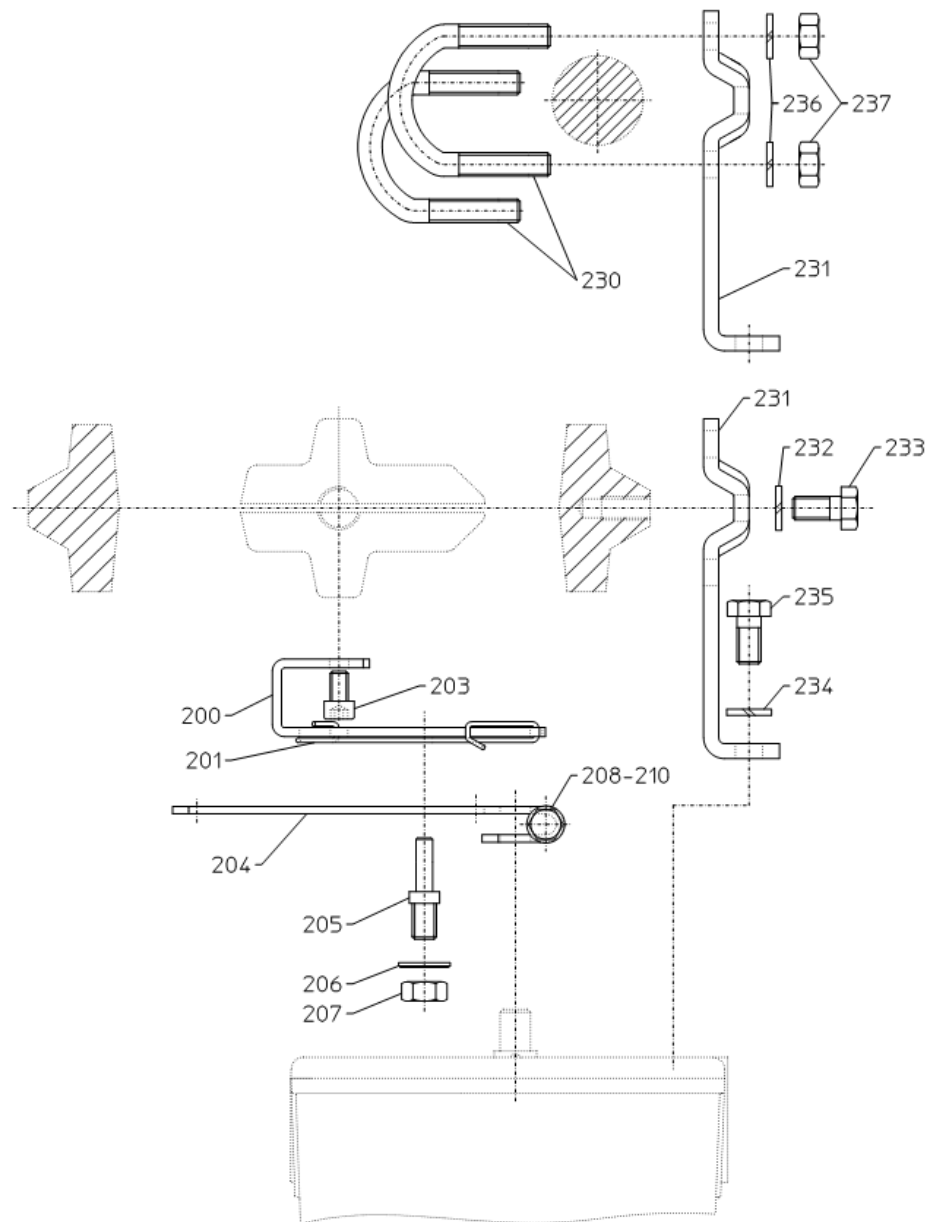

Abb. 5: Anbau 824/Namur
Siehe hierzu auch Abbildung 5 „Anbau 824/Namur“:
- Kompletten Stellungsregler mit Anbaublech (231) an die Guss- bzw. Säulenlaterne nach Abbildung 5 montieren.